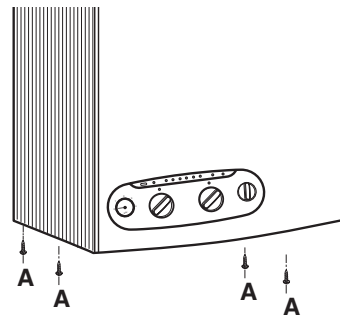

Fig. 19
- atornillar los 4 tornillos **A** de fijación de la carcasa situados en la parte inferior (fig. 19).